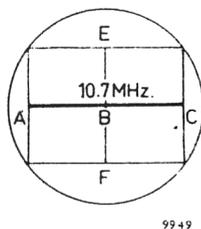

Fig. 20. Echelle de fréquence
3. Régler le générateur sur 10,7 MHz (gamme de fréquences 10–11,5 MHz). Amener le sélecteur FM à la position "INT.". Ajuster sur l'oscilloscope les boutons de centrage horizontal, de centrage vertical et d'amplification d'une manière telle que la ligne sur l'écran soit symétrique par rapport à l'axe médian vertical du cadrage, (donc sur la fig. 20, $AB = BC$).
6. Dessouder le condensateur électrolytique du montage détecteur de rapport (C5, fig. 20).